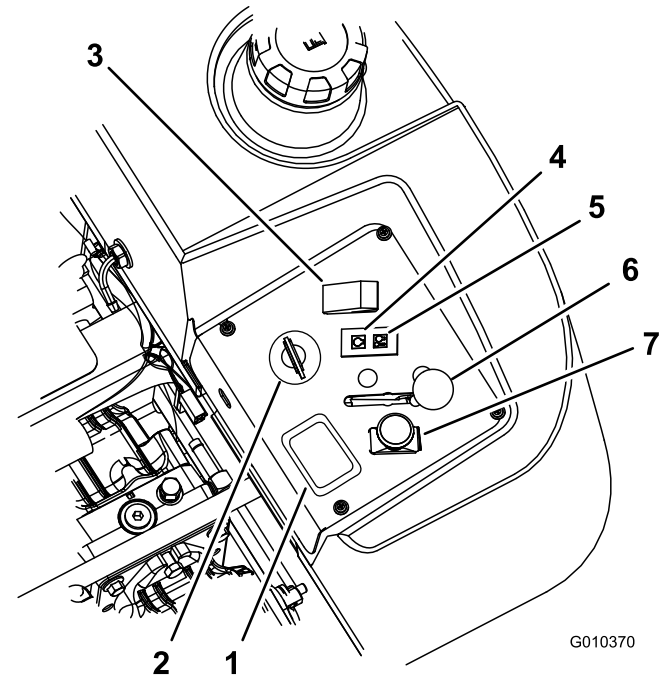

Figura 12
4. Mueva el mando de la toma de fuerza (TDF) a la posición Desengranada (Figura 12).